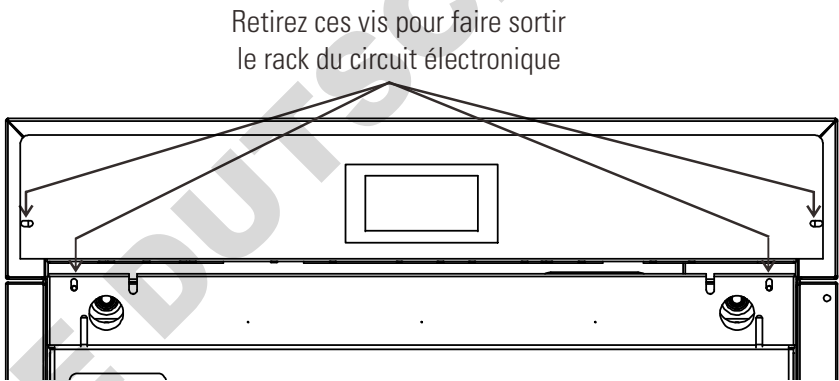

Figure 6-8. Emplacements des vis
4. Retirez les quatre vis comme indiqué. Voir la Figure 6-8.